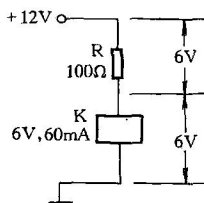

图 1-12
(1) 图 1-12 所示继电器电路中， R 为降压电阻。电压降 U 的大小与电阻值 R 与电流 I 的乘积成正比，即 $U = IR$ 。利用电阻器 R 的降压作用，可以使较高的电源电压适应元器件工作电压的要求。例如图 1-12 所示电路中，继电器工作电压 6V、工作电流 60mA，而电源电压为 12V，因而必须串接一个 100Ω 的降压电阻 R 后，继电器方可正常工作。